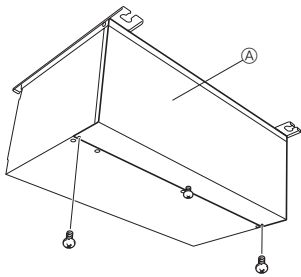

Fig. 9-1
1. Verwijder de schroeven in de afdekkap. (Fig. 9-1)